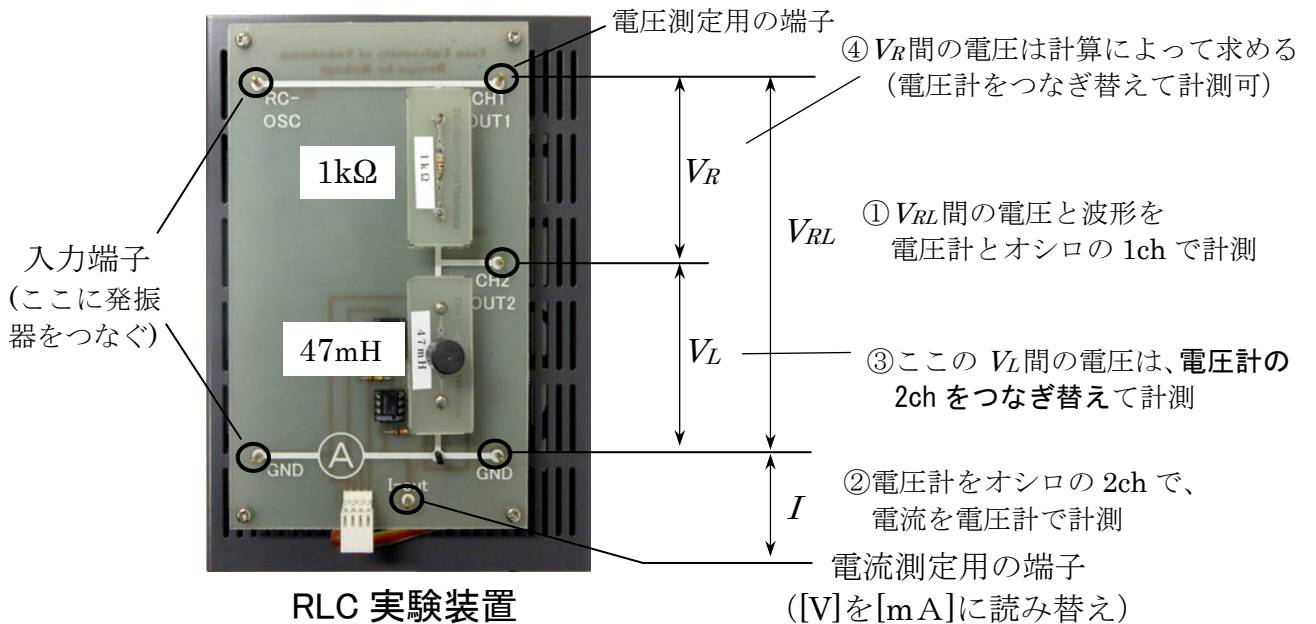

図 3-12 RL回路の接続図と計測機器
- 1) 図 3-12 を参照しながら、RL 回路を準備し、各計測器を接続します。